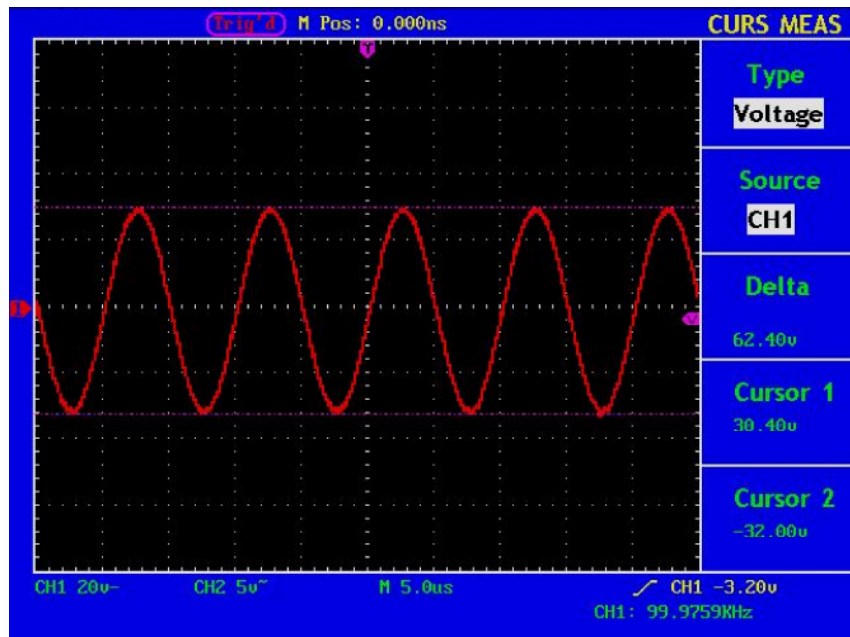

Abb. 68 Wellenform bei der Spannungsmessung mit dem Cursor
4. Verändern Sie die Positionen von **CURSOR1** und **CURSOR2** entsprechend der zu messenden Wellenform; es wird dann der absolute Wert der Spannungsdifferenz zwischen Cursor 1 und Cursor 2 im Fenster angezeigt. Die aktuelle Position von Cursor 1 wird unter Cursor1, die von Cursor 2 unter Cursor2 angezeigt (siehe Abb. 68).